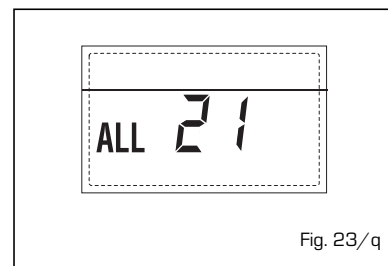

Fig. 23/q
- INTERVENCIÓN TERMOSTATO DE SEGURIDAD SEGUNDA ZONA MEZCLADA "ALL 22" (fig. 23/r)